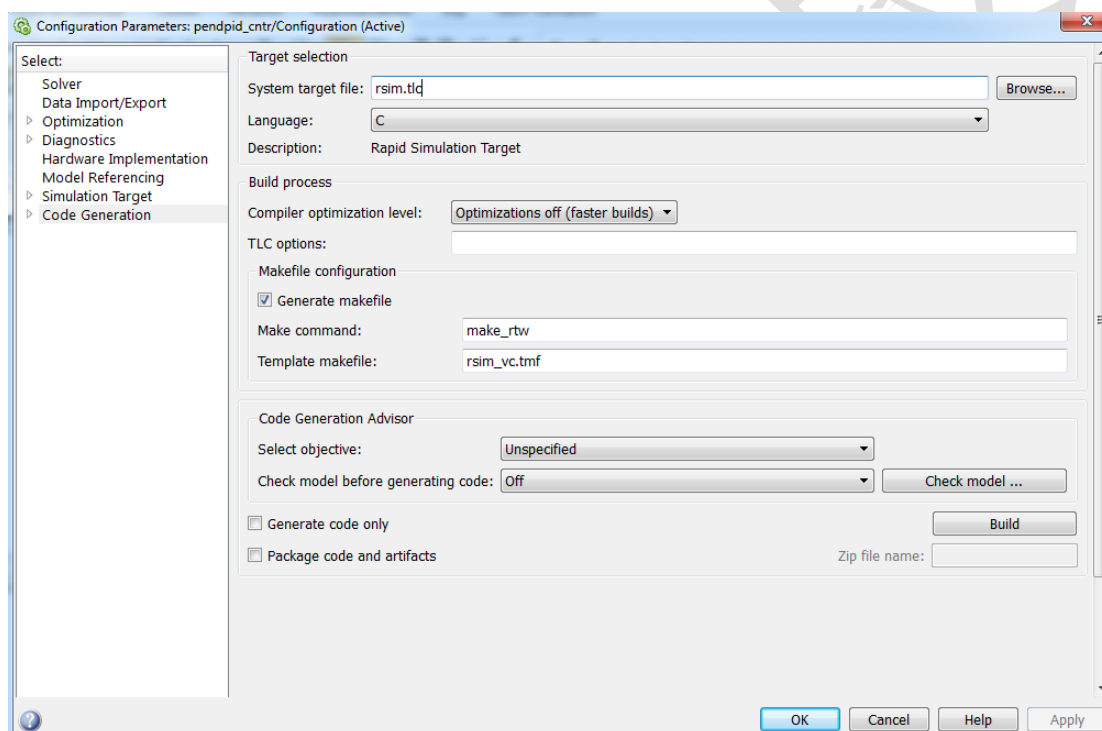

图 3.2 设置编译选项（Matlab 8.X R2013-R2015）
1. 在 Simulink 模型窗口，选择菜单 **Code | C/C++ Code | Code Generation Options**，弹出界面如图 3.2。